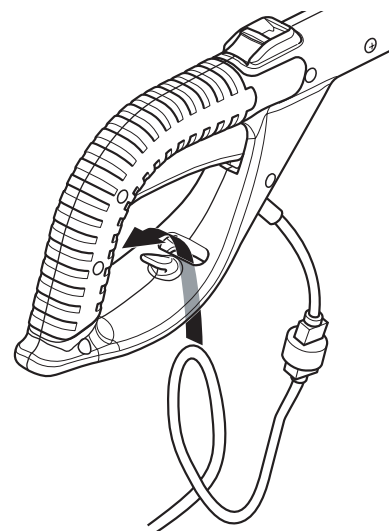

Figure 6 – Insertion de la boucle de la rallonge à travers la partie inférieure de la poignée
- Faites une boucle dans la rallonge, puis insérez-la à travers la partie inférieure de la poignée. Faites ensuite passer la boucle dans le crochet moulé dans la poignée (consultez les Figures 6 et 7).